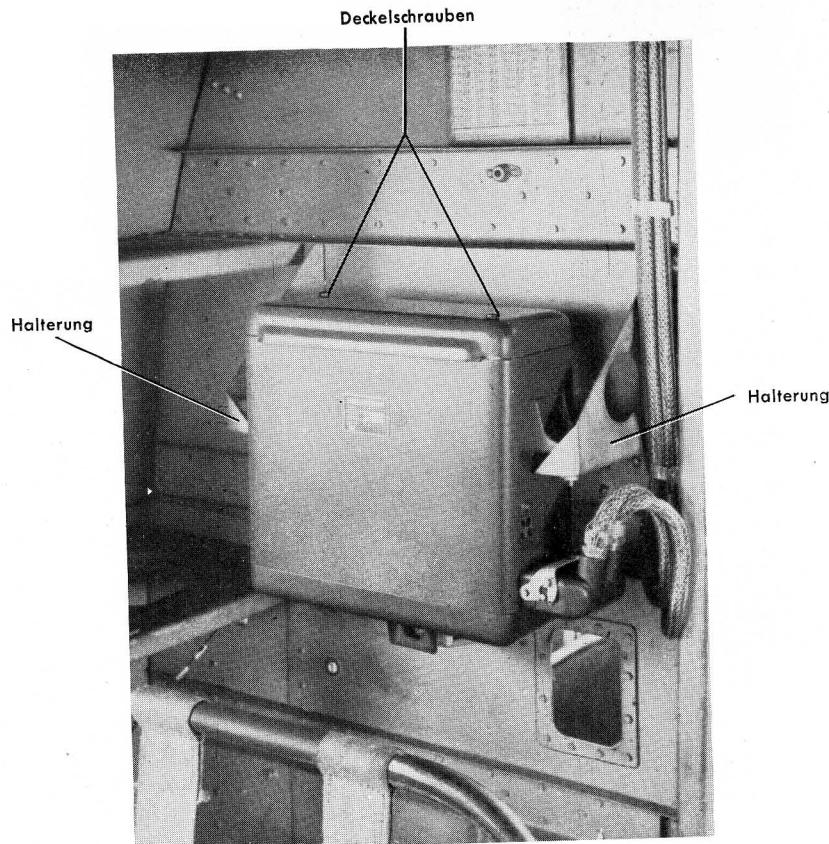

Abb. 9: Einbau des Relaiskastens
- b) Deckel des Relaiskastens nach Lösen der beiden Schrauben (Abb. 9) abnehmen.